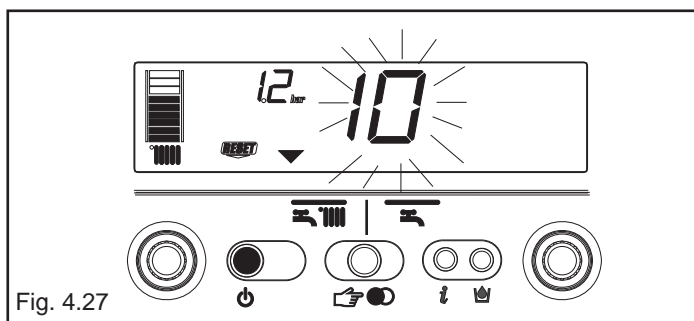

Fig. 4.27
2) Visualizzazione della sola icona (fig. 4.27)